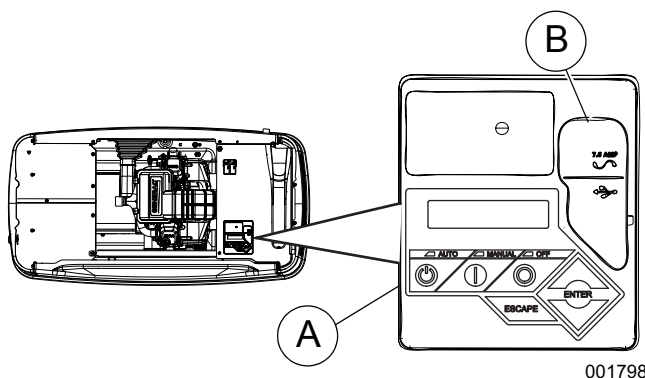

Figura 3-5. Tablero de control del generador
Vea la **Figura 3-5**. La interfaz del tablero de control (A) está ubicada debajo de la tapa del gabinete. Verifique que ambas cerraduras laterales estén desbloqueadas antes de intentar levantar la tapa del gabinete. Abra la tapa como se indicó en **Apertura de la tapa**.